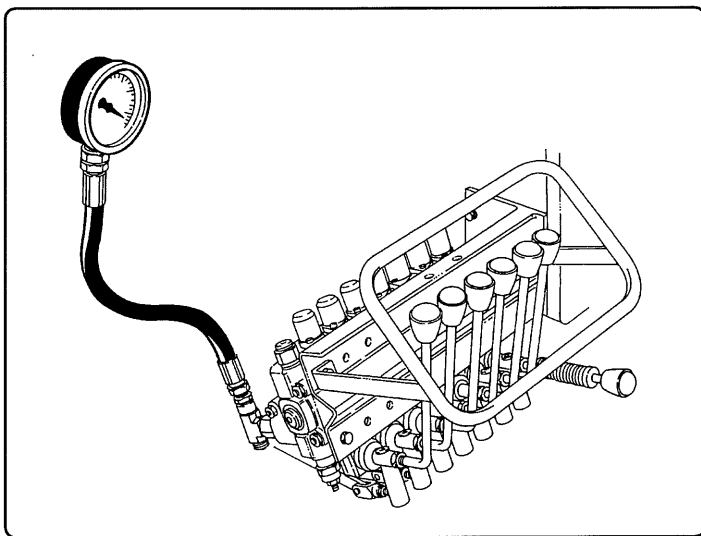

fig. 8.20.1
8.5.14 -Controllo delle pressioni d'esercizio (fig. 8.20.1)
8.5.14 -Checking the operating pressure (fig. 8.20.1)